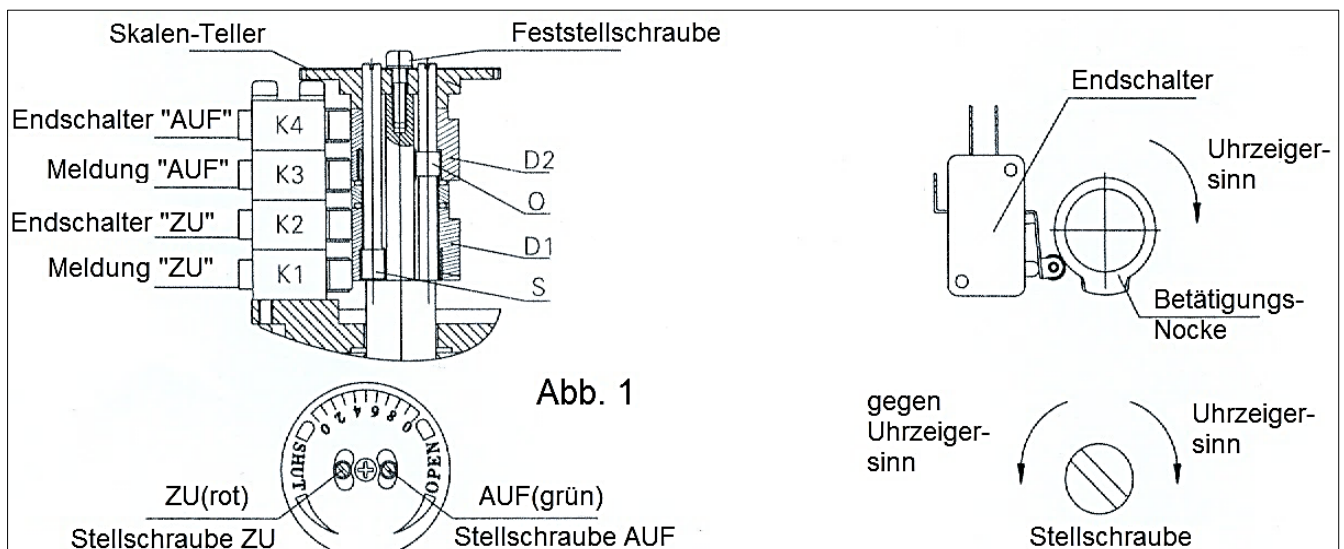

Abb. 1
- Justieren Sie die gewünschte Position, indem Sie die Schaltnocke D1 mit der Stellschraube „ZU“ (rot) im Uhrzeigersinn soweit verdrehen, bis diese die Endschalter K1 und K2 hörbar betätigt (Abb.1).
- Justieren Sie die „Auf“-Position, indem Sie die Schaltnocke D2 mit der Stellschraube „AUF“ (grün) soweit gegen den Uhrzeigersinn verdrehen, bis diese die Endschalter K3 und K4 hörbar betätigt (Abb.1).